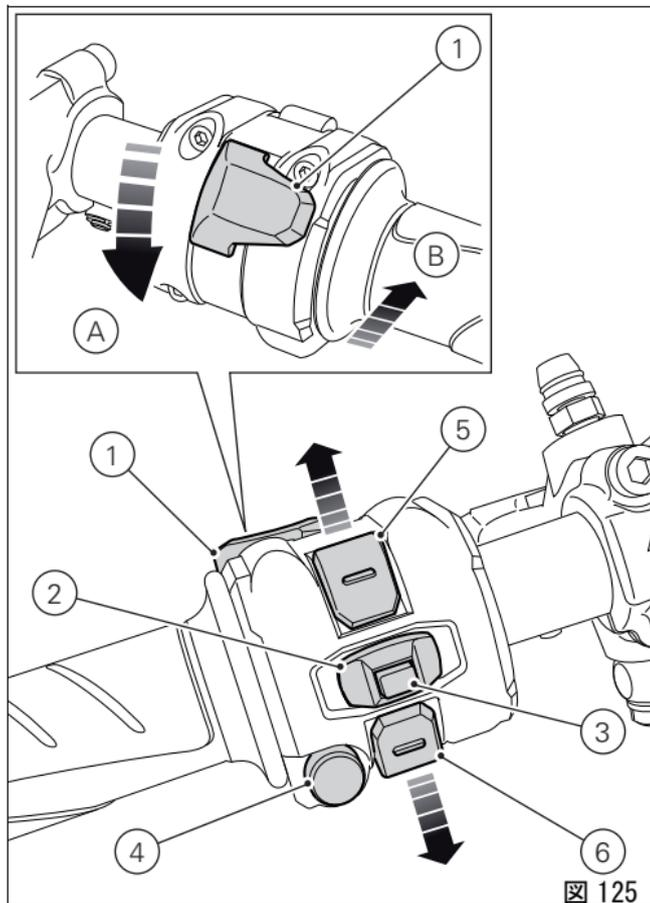

図 125
左側スイッチ（図 125）
- 1) デイマースイッチ、ビームの選択、2 ポジション（図 125）（A）下方方向に押すたびにロービームライト点灯 ① からロービームライト及びハイビームライト点灯 ② への信号が伝わります。（B）水平に押した場合 ③ = ハイビーム点滅（FLASH）、"Start-Stop lap" 表示。
- 2) ボタン ④ = ターンインジケータ、3 ポジション（図 125）中央 = OFF